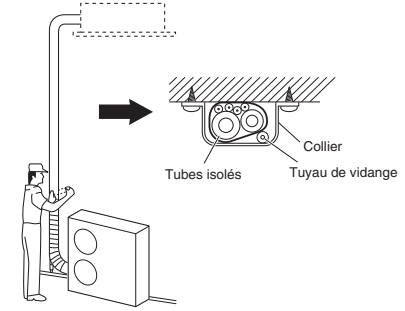

Fig. 5-8
- Briquer la tuyauterie au mur en utilisant environ 1 collier par mètre. (Fig. 5-8)